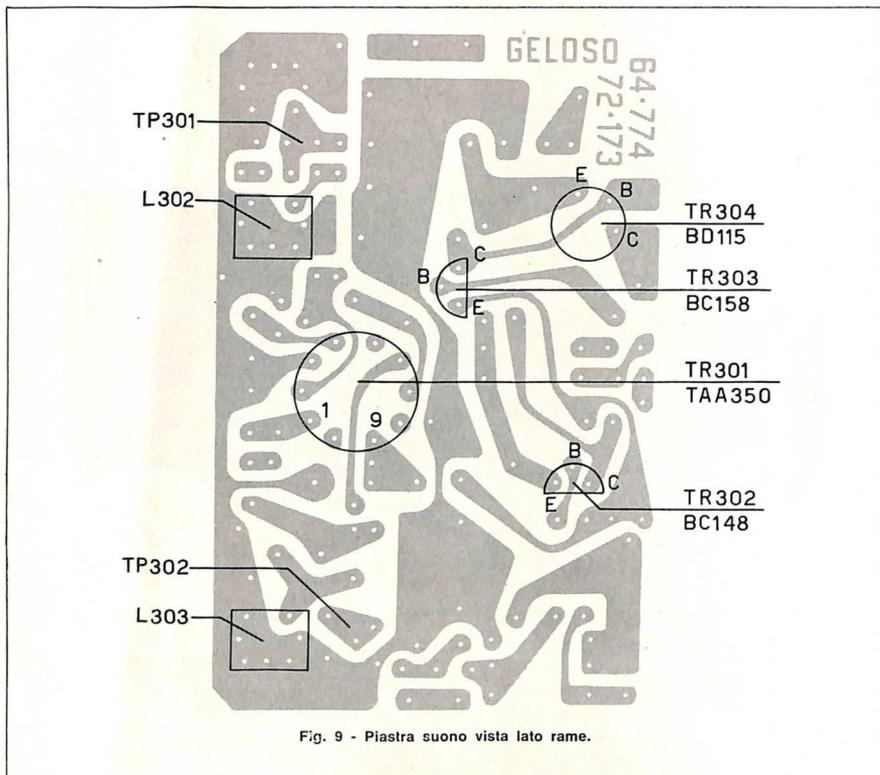

Fig. 9 - Piastra suono vista lato rame.
a) Utilizzando la nota fissa che trasmette la stazione RAI in presenza del monoscopio; collegando un millivoltmetro ai capi dell'altoparlante si regola la bobina L 303 per la minima uscita e la L 302 per il minimo rumore di fondo (fig. 9).
Collegato il generatore all'ingresso del circuito di rivelazione TP 301 e l'oscilloscopio al TP 302 (punto massimo del potenziometro di volume): il segnale di ingresso deve essere circa di 100 μ V. con deviazio 225 KHz. (fig. 9).